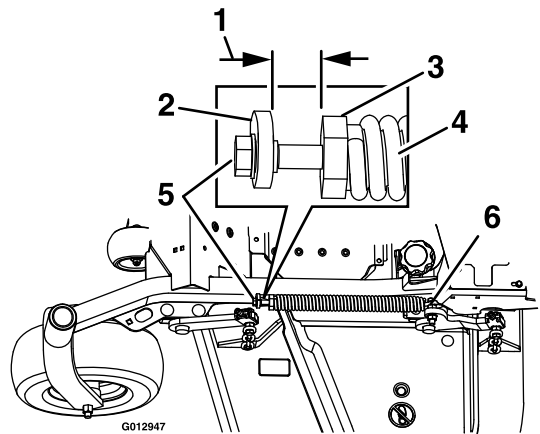

Figura 3
- Del lado izquierdo de la unidad, mida la distancia entre la tuerca del extremo del muelle y el soporte (Figura 3). Anote esta medida.
- Instale el perno delantero del muelle lateral, use la medición registrada en el paso 3 para establecer la distancia entre la tuerca del extremo del muelle y el soporte (consulte Figura 3), y ajuste o desajuste el perno de resorte hasta obtener la distancia apropiada